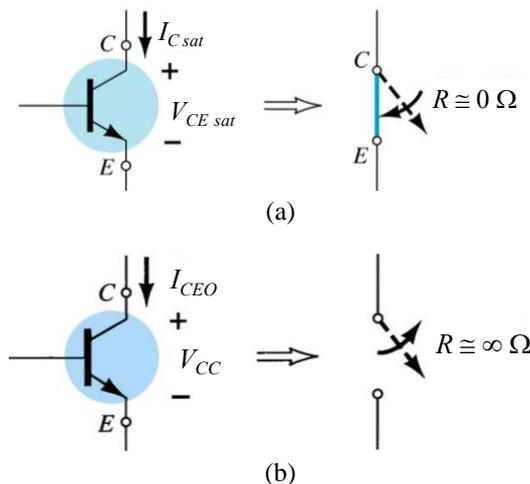

Figura 2 – O TJB como chave fechada (a) e chave aberta (b).
- Explicar o modelo de resistor R de corte e de saturação entre os terminais C e E (veja a Figura 2).